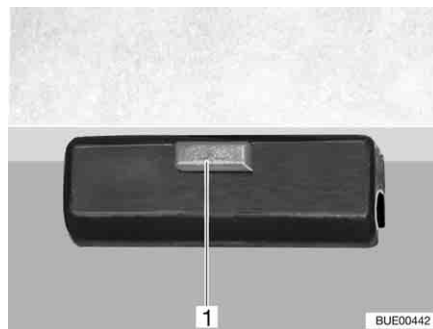

Bild 105 Verriegelung
- Verriegelung (Bild 105,1) an der Tischplatte lösen.